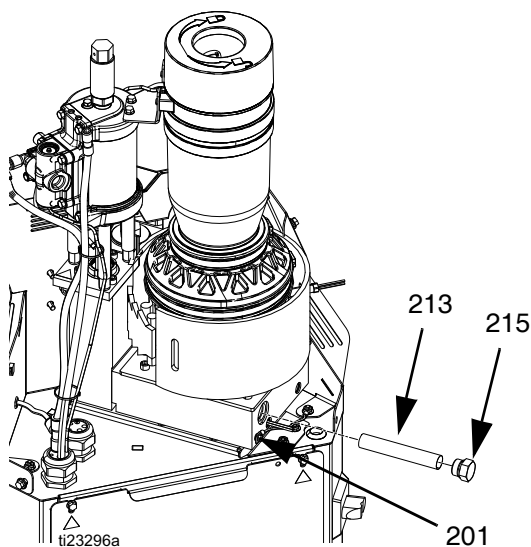

FIG. 24
**REMARQUE :** Pour être sûr que la colle est sous forme de gel, et non de liquide, ne pas enlever le bouchon du filtre d'entrée (215) lorsque la température dépasse la température souhaitée. Si la température est trop basse, la viscosité de la colle peut être trop importante pour retirer le filtre d'entrée (213). Voir la FIG. 24, page 42.